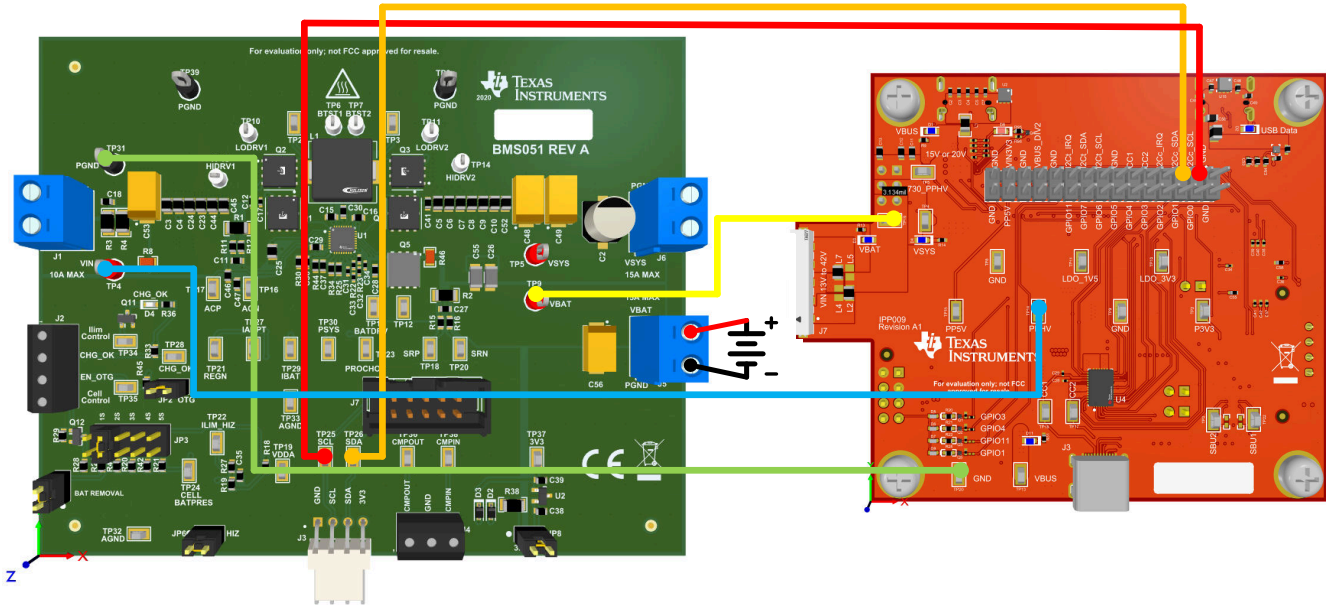
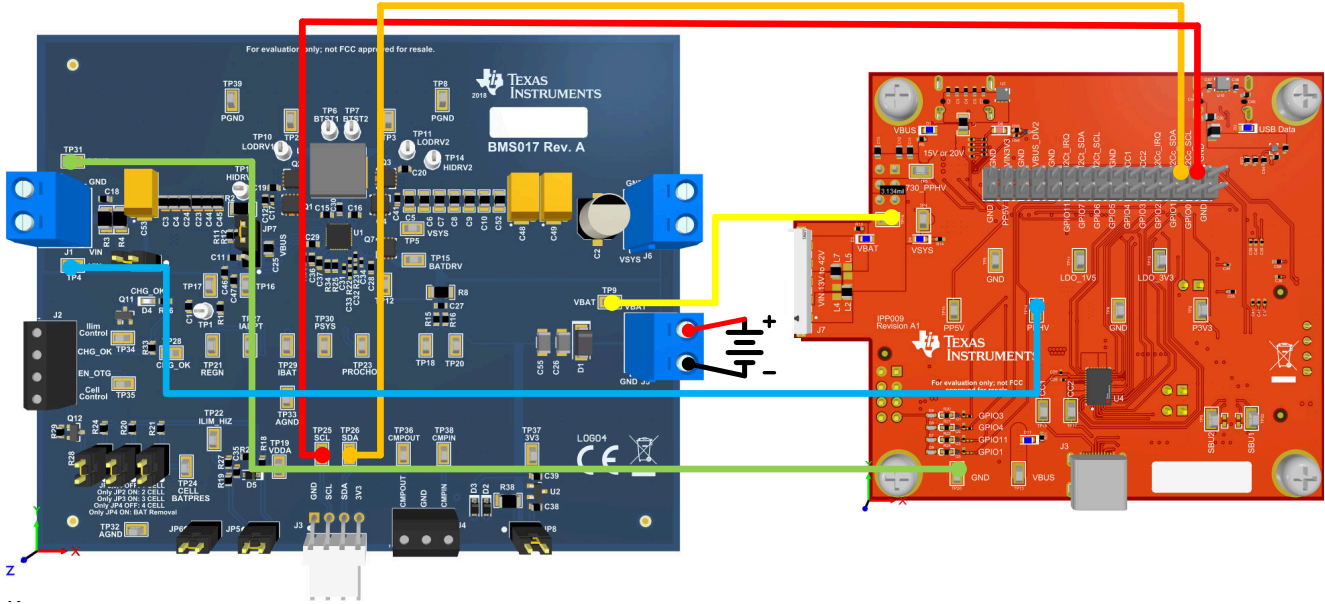

图 4-8. TPS25751EVM 和 BQ25731EVM 硬件设置
图 4-9. TPS25751EVM 和 BQ25713EVM 硬件设置
2. 图 4-8 示出了使用测试钩夹或跳线连接两个 EVM。有关详细信息，请参阅图 4-9。
2. 使用测试钩夹/跳线连接两个 EVM，如下所示。详情请参阅图 4-9。